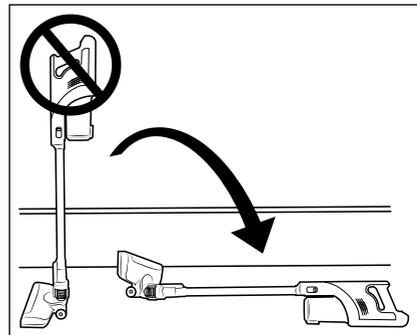

Rys. 8
- ▶ Odkurzacz można również ładować bezpośrednio za pomocą zasilacza sieciowego **10**. W tym celu należy wyjąć wtyk rurkowy **11** z uchwytu ściennego **18**, obracając go lekko, i włożyć go do gniazda ładowania **3** na urządzeniu (patrz rys. 8).